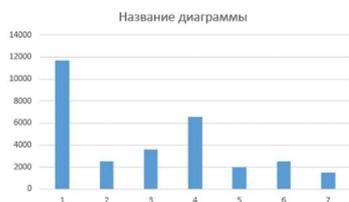

Рисунок 4 – Первоначальный вид гистограммы
9. Щелкаем правой клавишей по построенной диаграмме (рисунок 4) и выбираем в контекстном меню команду **Выбрать данные**